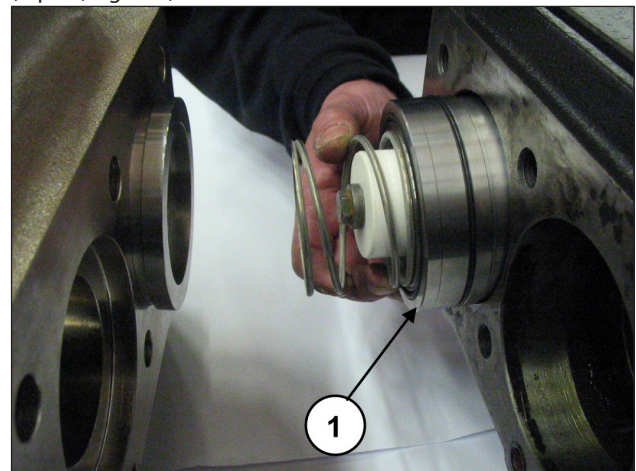

Fig. 154
Tourner l'arbre pour faire avancer le guide du piston de sorte que le tampon, en avançant à son tour, puisse chasser le support des joints, le ressort et le groupe piston complet (rep. ①, Fig. 154).